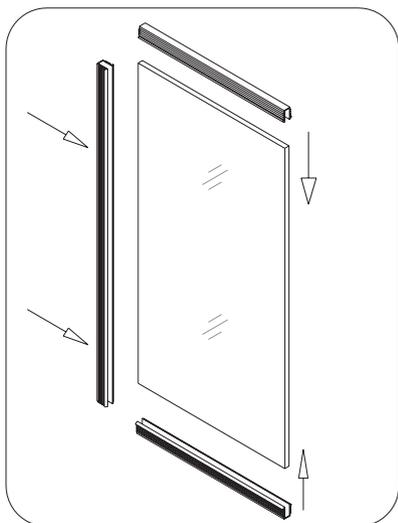

Рис. 9
7. Закрепите “U”-образную полосу (**09**) по периметру стационарного стекла (**05**). См. рис. 9 для более подробной информации.